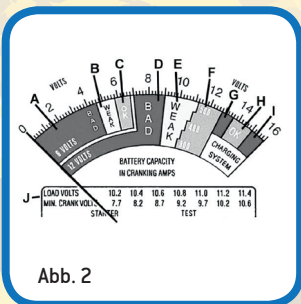

Abb. 2
3.3.1. Drücken Sie den Belastungs-Schalter (Abb.2) und halten diesen bis der Zeiger stabilisiert, aber für maximal 10 Sekunden. (Falls Sie den Schalter nicht nach 10 Sekunden loslassen, kann der Schalter durchschmoren und dadurch die Garantie erlöschen). Lassen Sie den Schalter anschließend los und notieren Sie den Batterie-Lade-Stand der Anzeige.